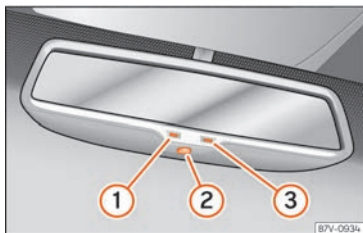

Fig. 124 Retrovisor interior antideslumbrante automático.
Legenda de **fig. 124**:
- ① Testigo de control
- ② Mando
- ③ Sensor para detectar la incidencia de luz
Esta función se puede activar y desactivar pulsando el mando del retrovisor interior » **fig. 124** ②. Cuando está activada, se ilumina el testigo ①.